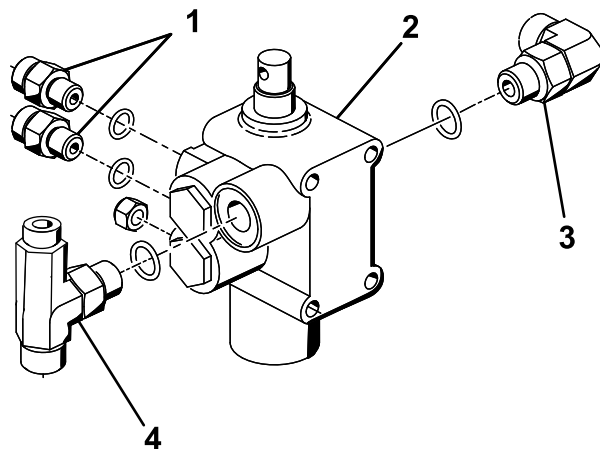

Figura 9
3. Înurubai un fitting de 90°, cele 2 fittinguri hidraulice drepte i fittingul în T îndepărtate de la supapa existentă la pasul 3 Pregătire pentru montarea componentelor hidraulice (Pagină 4) în noua supapă de ridicare, după cum se arată în Figura 9.